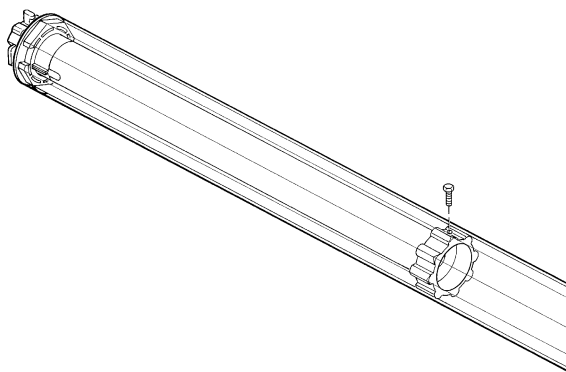

Fig. 5
5. Fixer la roue d'entraînement **[D]** au tube d'enroulement au moyen d'une vis M4x10 de manière à éviter les éventuels déplacements axiaux du moteur (figure 5). Veiller à ce que la vis centre exactement la roue **[D]** puis, avant de percer pour mettre la vis, mesurer la position qu'aura la roue une fois que le moteur aura été introduit dans le tube d'enroulement.